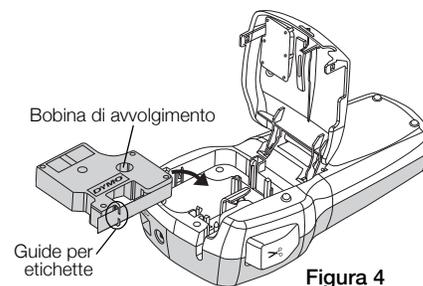

Figura 4
- 2 Verificare che il nastro sia ben teso lungo l'apertura della cartuccia e che passi tra le guide. Vedere la Figura 4. Se necessario, riavvolgere il nastro in senso orario per tenderlo.